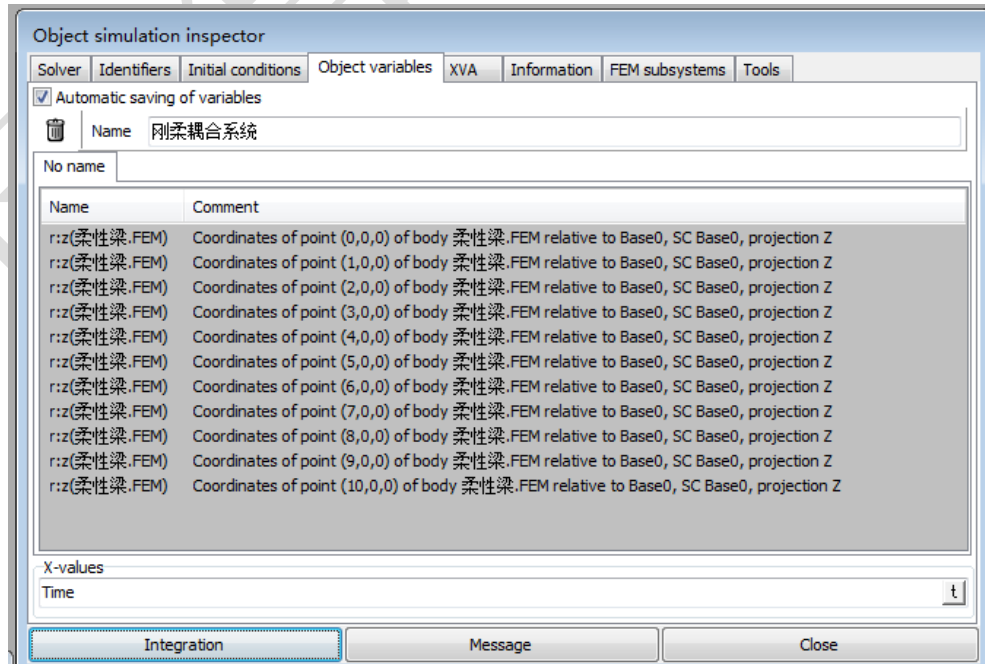
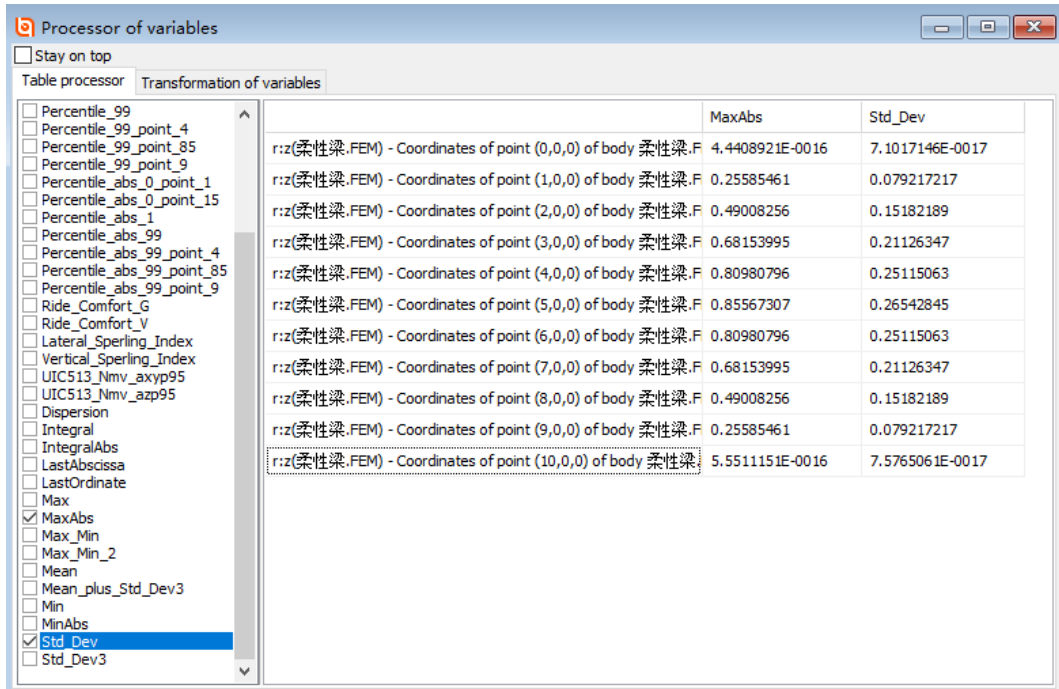
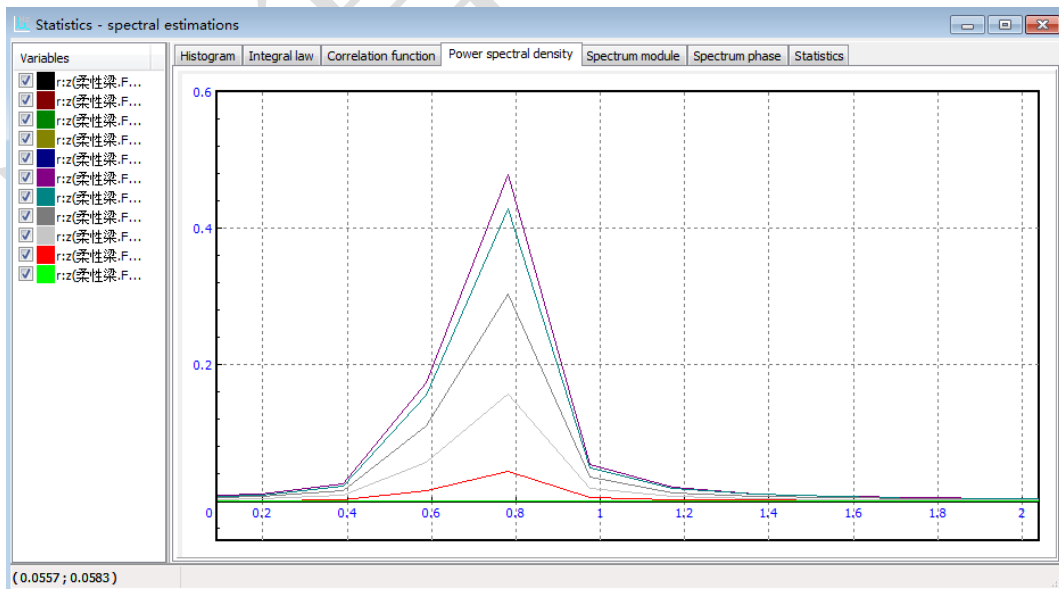

图 2-121
图 2-124
图 2-125
- 8) 点击 **Integration**，执行计算，计算完毕，这样 11 个变量的结果都保存了下来，如图 2-121。
- 9) 选择主菜单 **Tools** → **Graphical window...**，打开一个绘图窗口，将图 2-121 所有计算结果拖入绘图窗口。
- 11) 选择主菜单 **Tools** → **Table Processor...**, 打开一个变量处理窗口, 将图 2-121 所有计算结果从仿真控制面板或绘图窗口拖入变量处理窗口, 这里内置了一些数据处理函数, 勾选 **MaxAbs** 和 **Std_Dev**, 如图 2-124。
- 12) 选择主菜单 **Tools** → **Statistics...**, 打开一个统计窗口, 将图 2-121 所有计算结果从仿真控制面板或绘图窗口拖入统计窗口, 可查看其功率谱密度分布图, 如图 2-125。